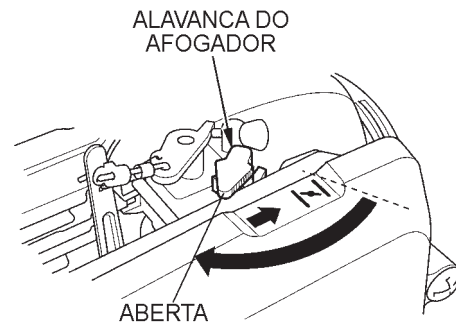

Figura 9. Alavanca do Afogador
3. Feche a alavanca do afogador (Figura 9) e desloque a alavanca do acelerador para a posição **“Totalmente Aberta”**. Gire a alavanca 90 graus e feche o afogador. Em tempo frio, dê partida à unidade com o afogador totalmente fechado. Em tempo quente, ou quando o motor estiver quente, a unidade poderá ser posta em marcha com o afogador parcial ou completamente aberto.
5. Se o motor não partir, desloque a alavanca do afogador (Figura 9) para a posição parcialmente aberta para evitar afogamento.